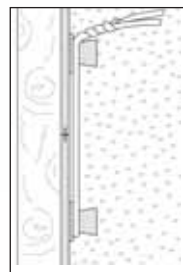

Fig. 2
4. Relier lâchement les plaques entre elles à l'aide des boucles de fil, de sorte que les dilatations thermiques en cours de montage soient compensées (Fig. 2).